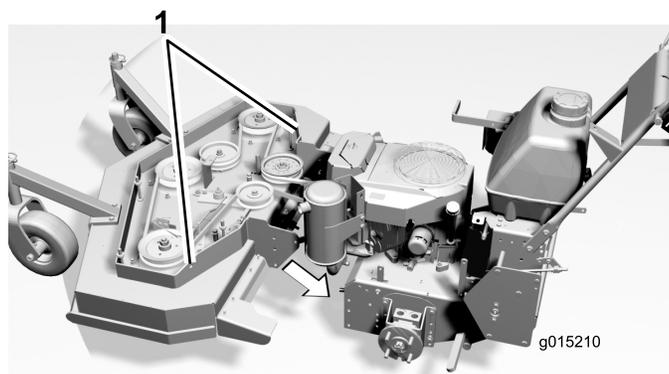

Figura 2
3. Togliete il coperchio del piatto e l'asta di attacco per l'innesto della PDF prima di sollevare e manovrare il piatto di taglio rotante in posizione contro l'unità di potenza (Figura 2).